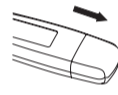

Figura 3
2. Rimuovere il coperchio della batteria come mostrato nella Figura 3.